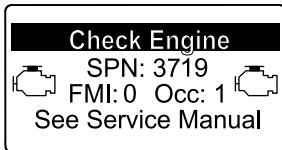

Bild 74
- Motorwarnung SPN 3719, FMI 0 (Bild 74)